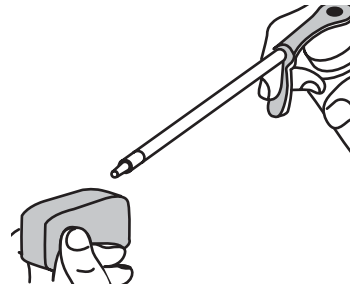

Fig. 33
4. Appliquez une quantité suffisante d'huile moteur propre SAE 30 pour enduire légèrement le filtre (Fig. 33).